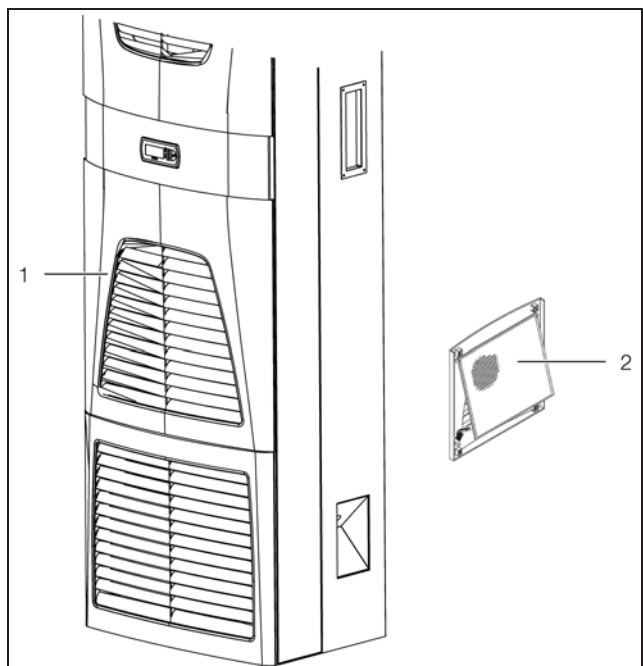

Fig. 51: Installazione dei filtri (3360.100, 3360.250, 3360.470)
- Rimuovere dal contenitore la griglia di aerazione entrata aria (fig. 51, pos. 1).
- Inserire il filtro (nr. d'ord. 3286.410) nella griglia (fig. 51, pos. 2). Riposizionare la griglia a scatto sul contenitore.